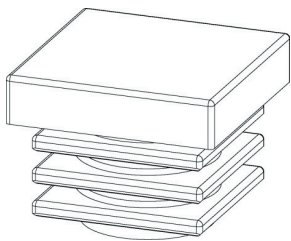
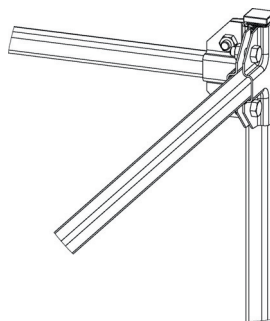

Рисунок 13 – Позиция «Заглушка квадратная ILQ22» до установки в конструкцию
Рисунок 14 – Позиция «Заглушка квадратная ILQ22» после установки в конструкцию
14. Установить в позиции «Скоба крепежная А5 х 4» нижнего и верхнего уровней по позиции «Заглушка квадратная ILQ22» (см. Рисунок 13, Рисунок 14).